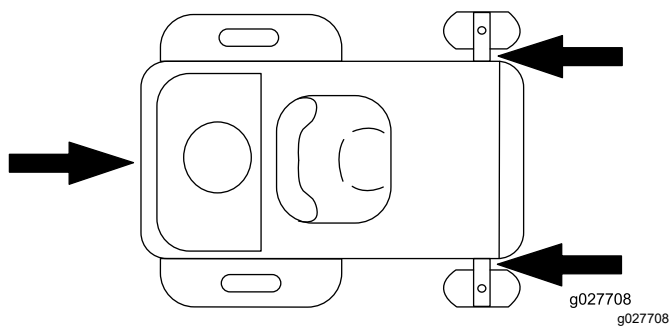

Bild 41
6. Vergurten Sie die Maschine in der Nähe der vorderen Laufräder und dem hinteren Rahmen mit Riemen, Ketten, Kabeln oder Seilen (Bild 41). Ziehen Sie in Bezug auf Anforderungen für Befestigungen geltende Vorschriften zurate.